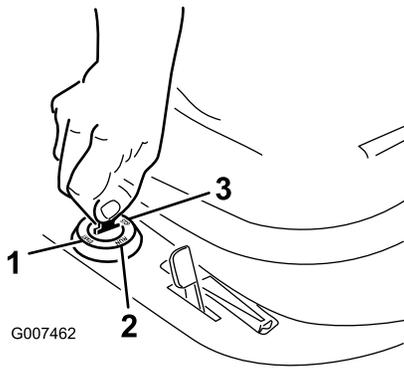

Bild 11
6. Drehen Sie den Zündschlüssel nach rechts und halten ihn auf Start (Bild 11). Lassen Sie den Schlüssel los, wenn der Motor anspringt.
2. Drehen Sie den Zündschlüssel auf „Stopp“ (Bild 11).